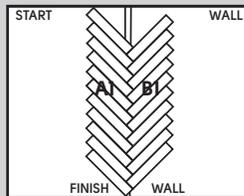

Fig. 6
7. Continúe instalando tablonces sin cortarlos, trabajando en direcciones opuestas. Compruebe que los tablonces están rectos sobre las líneas. (Fig. 6).